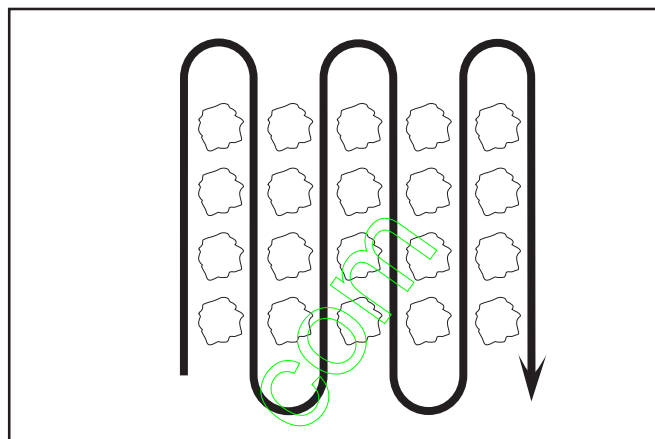

FIG. 16
- Binez les lignes de long en large à une vitesse qui permette aux dents de déraciner les mauvaises herbes et de laisser le sol à l'état brut pour faire en sorte que les mauvaises herbes et le gazon n'y poussent plus (Voir la fig 16).